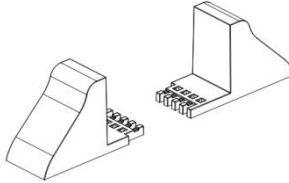

Figura 5-1 Base de soporte
1. Retire la base de soporte, como se muestra en la Figura 5-1.